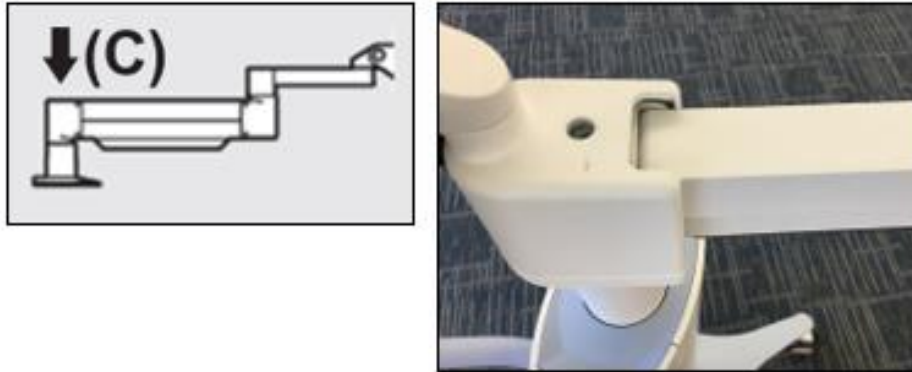

Figura 4-7. Setați tensiunea brațului cu șurubul C de ajustare a forței
- Setați tensiunea brațului cu ajutorul **șurubului C de ajustare a forței**. Folosiți un imbus 7/32 și rotiți șurubul C în sens antiorar până când brațul începe să se miște încet în sus. Ar trebui să simțiți un ușor recul atunci când brațul este lovit ușor în jos, după ajustare. Vezi Figura 4-7.